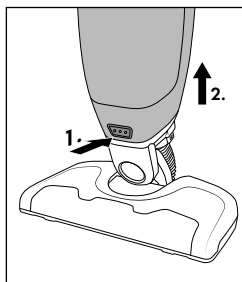

Fig. 7
- ◆ Appuyez sur la touche de déverrouillage 12 et détachez avec précaution la buse de sol 14 de l'unité moteur 8 (voir fig. 7).